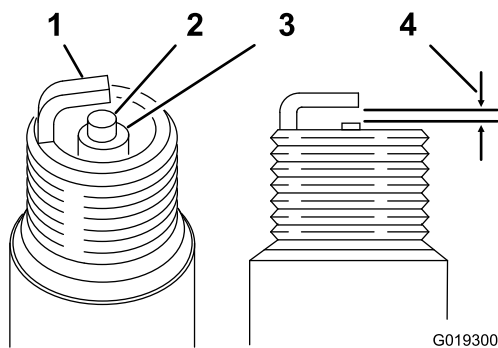

Figura 30
5. Ajuste la distancia entre los electrodos a 0.7–0.8 mm (0.028 a 0.031 pulgadas); consulte Figura 30.